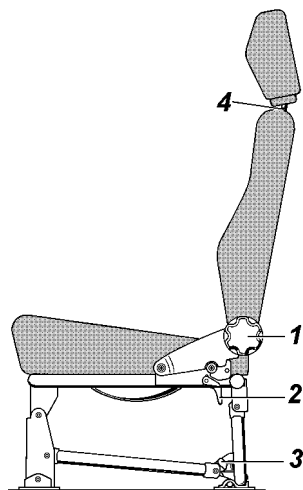

Рис. 3.14. Заднее трехместное сиденье:
Заднее трехместное сиденье (рис. 3.14) может быть разложено для организации спального места или сложено для увеличения объема грузового помещения.
-вращением ручек 1 (рис. 3.14) наклоните спинки заднего трехместного сиденья назад до упора в подушки сидений (УАЗ-31622, УАЗ-31625, УАЗ-3163) или кожухи задних колес (УАЗ-31601, УАЗ-31602, УАЗ-31605);
-вращением ручек 1 (рис. 3.14) наклоните спинки заднего сиденья вперед до упора;